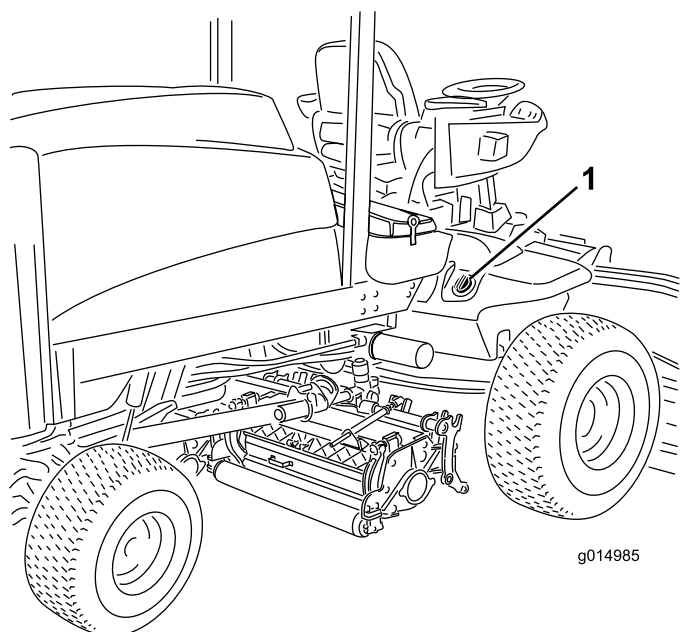

Figure 36
2. Nettoyez la surface autour du goulot et du bouchon de remplissage du réservoir hydraulique (Figure 36). Enlevez le bouchon du goulot de remplissage